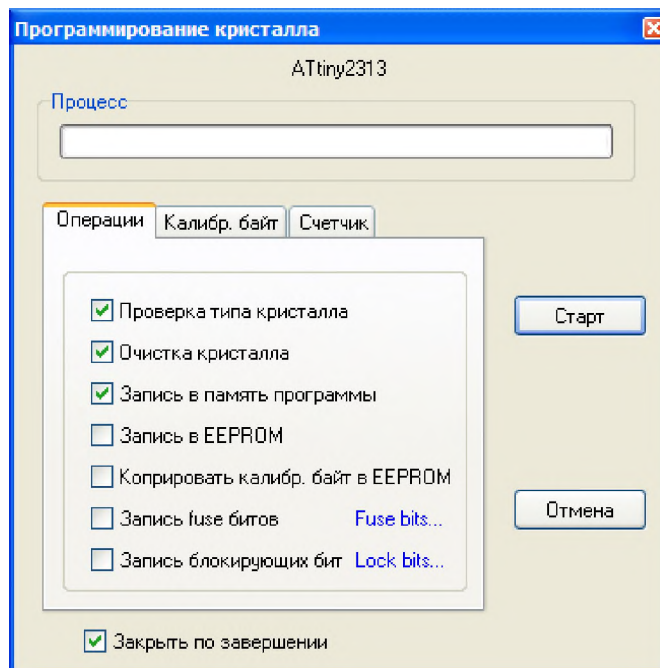

Рис. 4.2
10. «Прошить» тестовую программу в кристалл. Для этого нажать кнопку «ЗАПУСК С КРИСТАЛЛОМ», при этом откроется диалог программирования кристалла рис. 4.2.
11. Перед нажатием кнопки «СТАРТ» следует внимательно проверить положения флажков установки программатора рис. 4.2. **Особенно внимательно следует отнестись к опциям $\#ЗАПИСЬ Fuse bit\#$ и $\#ЗАПИСЬ блокирующих бит\#$. ФЛАЖКИ ЭТИХ ОПЦИЙ ОБЯЗАТЕЛЬНО ДОЛЖНЫ БЫТЬ СНЯТЫ, Т. К. НЕ ПРАВИЛЬНО ПРОШИТЫЕ FUSE БИТЫ МОГУТ ПРИВЕСТИ К ДАЛЬНЕЙШЕЙ НЕВОЗМОЖНОСТИ РАБОТЫ С ДАННЫМ МИКРОКОНТРОЛЛЕРОМ!**